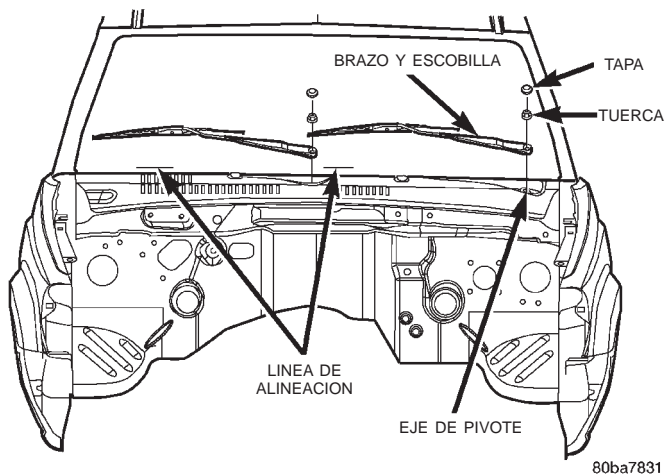

Fig. 6 Desmontaje e instalación del brazo del limpiador
(1) Haga palanca suavemente para retirar la tapa de plástico de la tuerca del extremo del pivote del brazo del limpiador (Fig. 6).
(2) Alinee el borde inferior de la escobilla con las líneas de alineación del limpiador situadas sobre el borde inferior del cristal del parabrisas (Fig. 6).
(3) Una vez alineada la escobilla del limpiador, desplace el orificio del pivote en el extremo del brazo del limpiador hacia abajo, sobre el eje de pivote del limpiador.
(4) Instale y apriete la tuerca que fija el brazo del limpiador al eje de pivote. Apriete la tuerca con una torsión de 23,7 N·m (210 lbs. pulg.).
(5) Haga funcionar los limpiadores con el cristal del parabrisas mojado, a continuación coloque el conmutador del limpiador en la posición OFF. Compruebe la correcta alineación y lectura de la escobilla, si fuera necesario.
(6) Instale la tapa de plástico de la tuerca sobre la tuerca del pivote del brazo del limpiador.